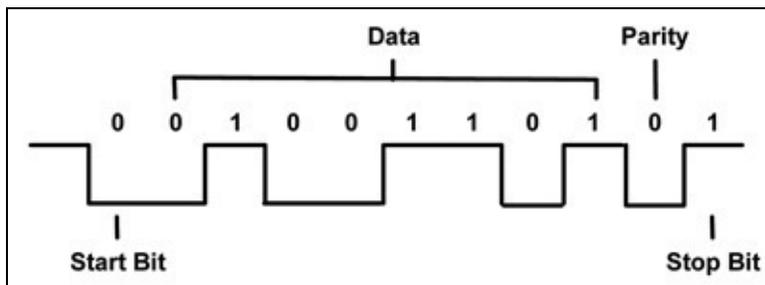

Figura C.1 Comunicazione seriale a livello di bit.
Nel Capitolo 2 avete appreso che le trasmissioni seriali richiedono solo tre fili: una massa comune, una linea (TX) per la trasmissione di dati e una linea (RX) per la ricezione di dati, come si può vedere nella Figura C.1.
Ora sapete come impostare il collegamento hardware tra i due dispositivi coinvolti in una trasmissione seriale, ma dovete ancora comprendere come vengono inviati i segnali elettrici corrispondenti. In sintesi, i due dispositivi devono stabilire un protocollo di trasmissione. Nella Figura C.1 potete vedere i segnali coinvolti nella trasmissione tipica di una serie di bit. Gli stati differenti di un bit sono rappresentati da due livelli di tensione ben distinti tra loro. In genere un bit a 0 è rappresentato da una tensione di 0V, mentre la tensione di 5V corrisponde a un bit che vale 1; altri protocolli di trasmissione utilizzano invece i livelli di tensione -12V e 12V.
“pari” (il bit di parità vale 1 se è pari il numero di bit a 1 della parola dati, altrimenti vale 0). Nell’esempio della Figura C.1 la parità è dispari e il bit di parità vale 0 perché ci sono 4 bit a 1 nella parola 01001101.